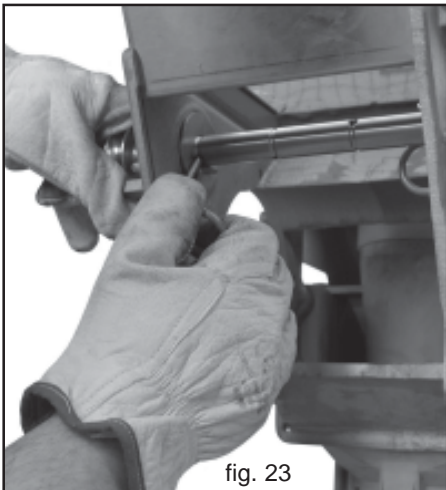

fig. 23
- 2) Extraire tous les éléments de l'agitateur (Fig. 23).